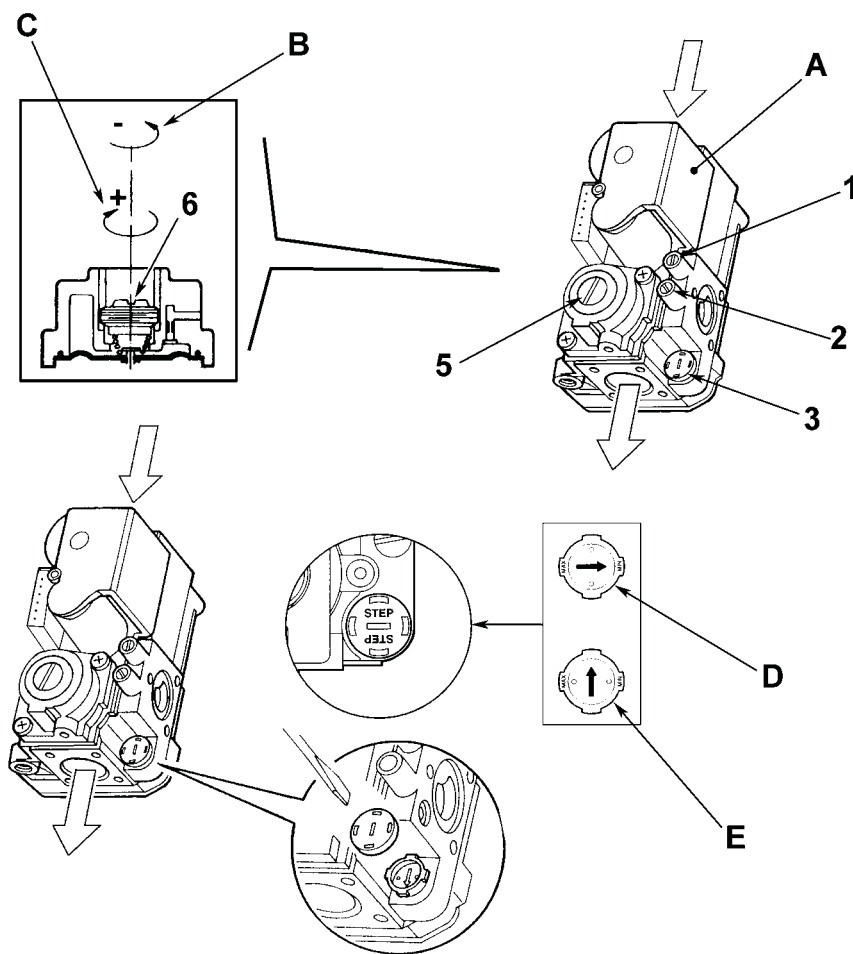

рис. 19 - Переналадка котла на другой вид газа
На котле PEGASUS D K 130 можно регулировать тепловую производительность топки и, следовательно, тепловую мощность, передаваемую воде системы отопления; это делается исключительно путем регулировки основной горелки с помощью газового вентиля (см. рис. 19). На графиках, приведенных в параграфе сар. 4.2 "Сопротивление системы", показано изменение передаваемой воде тепловой мощности в зависимости от изменения рабочего давления горелки. Возможность приведения мощности котла в соответствие с реальными потребностями отопления означает, прежде всего, снижение потерь и экономию топлива. Кроме того, при регулировке мощности, регламентированной также стандартом, котлы сохраняют значения КПД и характеристики сгорания почти без изменений.
1. С помощью небольшой отвертки снимите защитный колпак 5 вторичного привода газового вентиля рис. 19.
2. Подключите манометр к клемме давления 2 (рис. 19), расположенного после газового вентиля, затем переведите ручку термостата котла на максимум.
3. Регулируйте давление с помощью винта 6 (рис. 19) на желаемое значение, руководствуясь диаграммами, приведенными в параграфе сар. 4.2 "Сопротивление системы".
2. Снимите с газового вентиля маленький защитный колпачок 5 (рис. 19). С помощью маленькой отвертки регулируйте "СТУПЕНЬ" розжига на основании выбранного для работы газа (G20 или G31); установите защитный колпачок на место.
- Спустите воздух из газопроводных труб через штуцер отбора давления 1 газового вентиля (рис. 19).